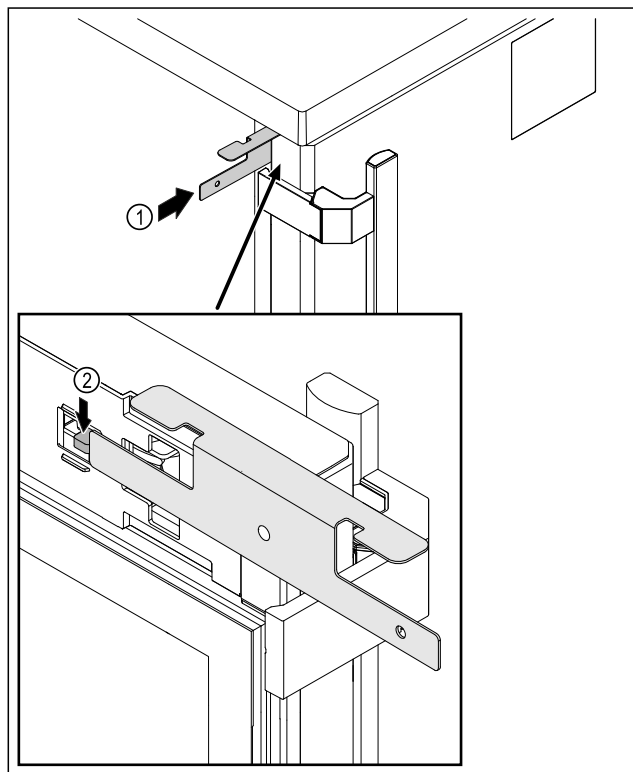

Fig. 218
- Вставьте ключ для аварийной разблокировки Fig. 218 (1) между дверью и корпусом устройства.
- Надавите на крючок замка Fig. 218 (2) в направлении шарнира.